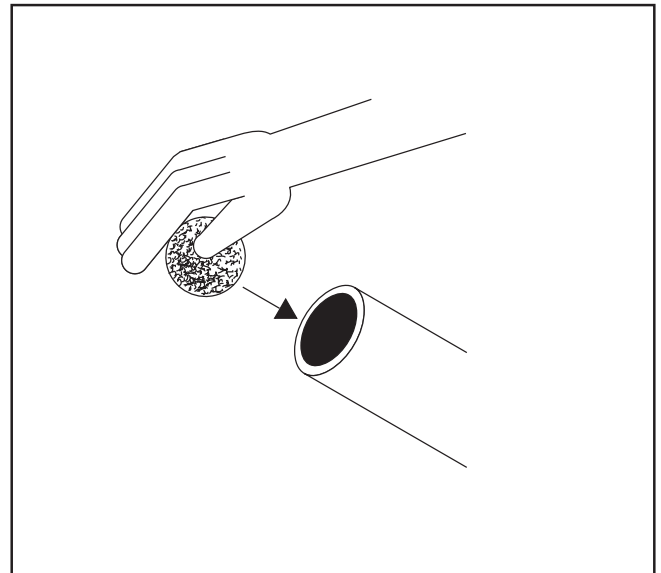

FIG.26
- Desconecte las tuberías de la bomba de mortero e introduzca una esponja de lavado en la boca del tubo (FIG.26).